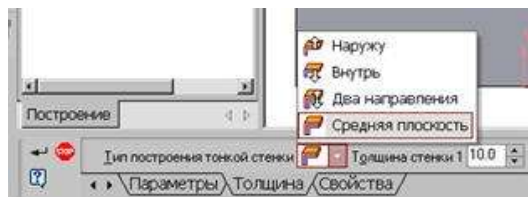

Рис.34 Выбор толщины ребра
5. Для построения ребер жесткости служит кнопка  Ребро жесткости. На панели свойств команды (рис.34) закладка Толщина позволяет выбрать Толщину ребра жесткости. Закладка Параметры позволяет определить:
3. С помощью кнопки  Местный вид на странице Ассоциативные виды (рис.34) строим местный вид, для которого можно выбрать свой масштаб, например, 2:1 с помощью контекстного меню редактирования вида (рис.32), которое вызывается щелчком правой кнопкой мыши на выделенном виде. При изменении масштаба следует изменить обозначение местного вида: А (2:1).